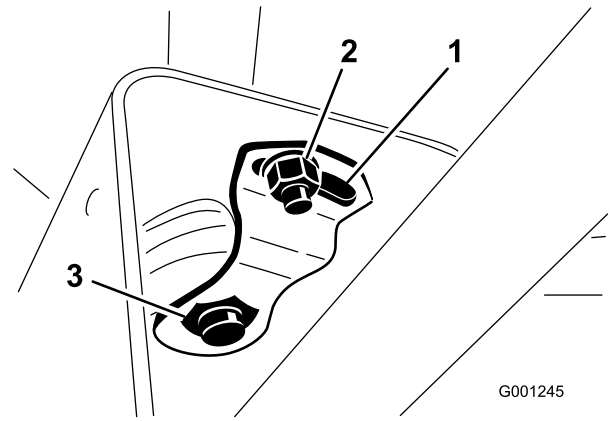

Bild 27
2. Schieben Sie die Abdeckung auf der Lenkwelle nach oben, um die Schwenkhalterung freizulegen (**Bild 27**).
3. Lösen Sie die kleine Mutter und drehen Sie die Schwenkhalterung, bis die große Mutter unten angezogen ist (**Bild 27**).